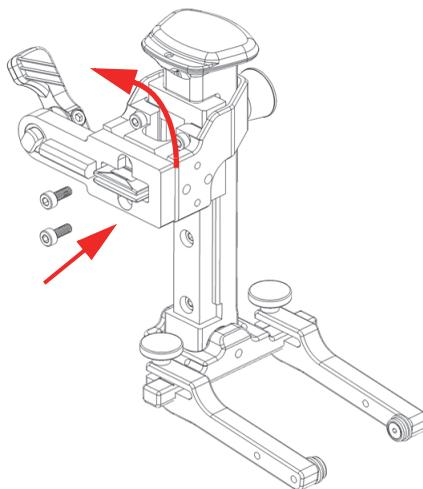

Figure 2-21 Inversion du support du bras à ressort
2. Faites pivoter le support du bras à ressort à 180 degrés (Figure 2-21 à la page 52).
3. Remettez les deux vis en place (Figure 2-21 à la page 52).